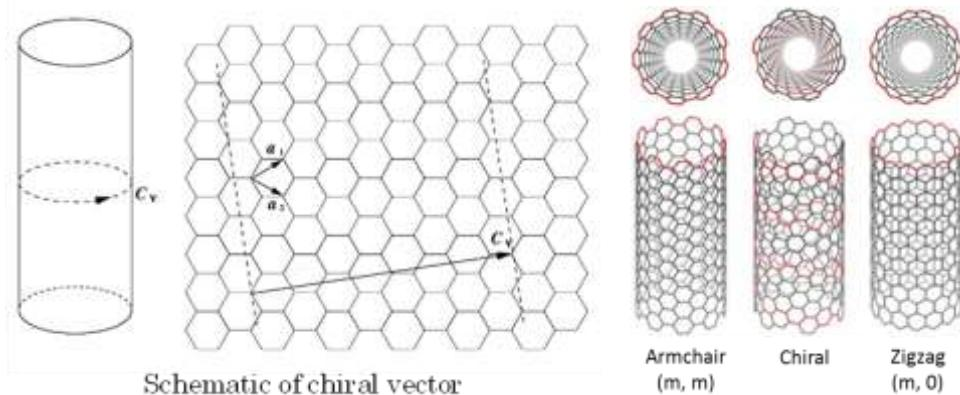

図 1 : CNT の構造を示すカイラルベクトル。 (m, n) の形で示され、 $C_v = ma_1 + na_2$ である。
3. その下の m of (m, n) と n of (m, n) 欄には、CNT のカイラルベクトルを入力します (カイラルベクトルについては図 1 を参照してください)。ここでは細いジグザグ型 CNT を作成することにします。m=8, n=0 としてください。